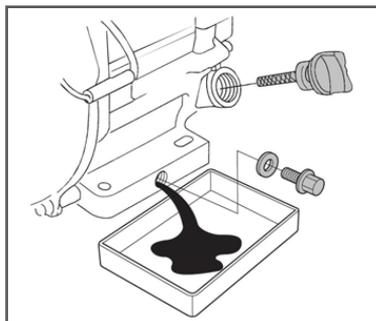

Рис. 22 Замена масла в двигателе
2. Очистите от загрязнений зону вокруг маслосливной горловины. Извлеките крышку-щуп из маслосливной горловины (Рис. 22) и протрите щуп чистой ветошью.
3. Открутите пробку для слива масла и слейте отработанное масло в подготовленную для этого емкость (Рис. 22).